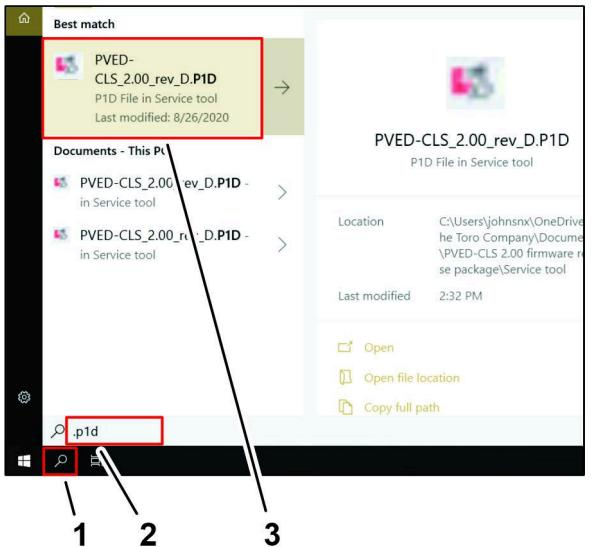

Figura 143
4. Na barra de tarefas do Windows, clique no ícone PESQUISAR (Figura 143).
5. Na caixa de texto DIGITE AQUI PARA PESQUISAR, escreva .P1D e prima a tecla Enter (Figura 143).
6. Clique no ícone PVED-CLS_2.00_rev_D.P1D (Figura 143).